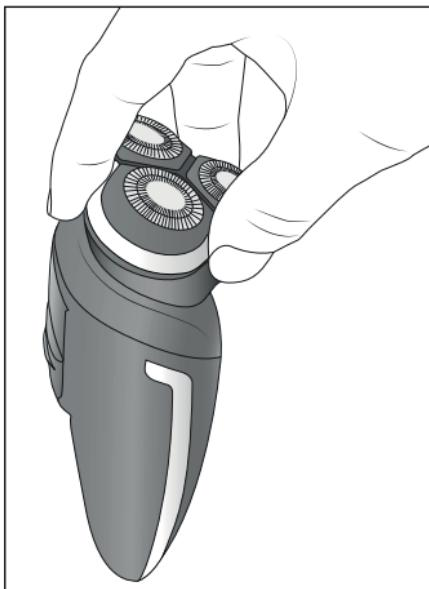

Fig. 2
- 1) Saisissez l'unité de rasage 2 avec trois doigts au niveau des poignées encastrées 3 et retirez-la (voir fig. 2).